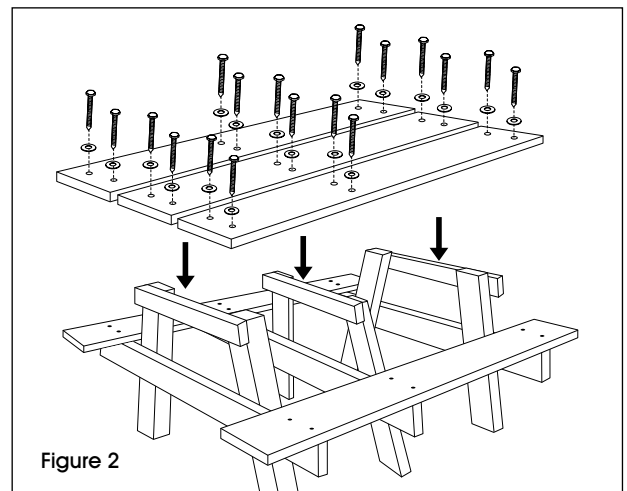

Figure 2
5. Placez les trois planches du dessus de table sur les bases en A. Alignez les trous prépercés sur la base en A. Fixez sans serrer les planches du dessus de table à la base en A à l'aide des tire-fonds de 3 1/2 po et des rondelles en utilisant la perceuse et la douille tournevis de 7/16 po (à bien visser plus tard à l'étape 6). (Voir Figure 2)